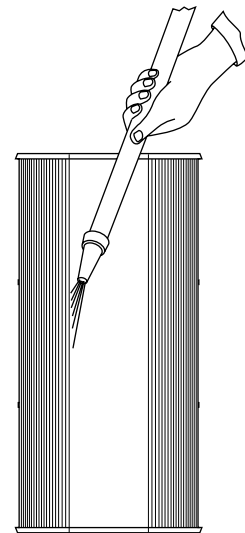

Figura 14
4. Repita el proceso de lavado para el interior del elemento del filtro. Sostenga la boquilla tan cerca del interior de los pliegues como sea posible (ver figura 14).